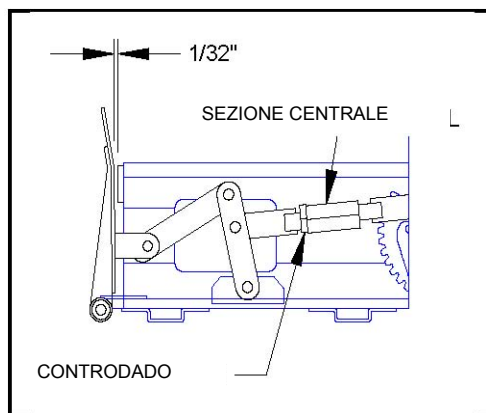

FIGURA 4-6: REGOLAZIONE DELLA BARRIERA ANTERIORE CHIUSA
- 6) Consultare la **Figura 4-6**. Allentare i controdadi e regolare la lunghezza dell'articolazione ruotando la sezione centrale. Regolare l'articolazione in modo tale che la barriera anteriore si chiuda a 1/32" (0,79 mm) dall'ammortizzatore in gomma (con contatto). Se si ruota la sezione centrale in senso antiorario (rispetto alla barriera anteriore), l'articolazione si accorcia, se si ruota in senso orario essa si allunga.